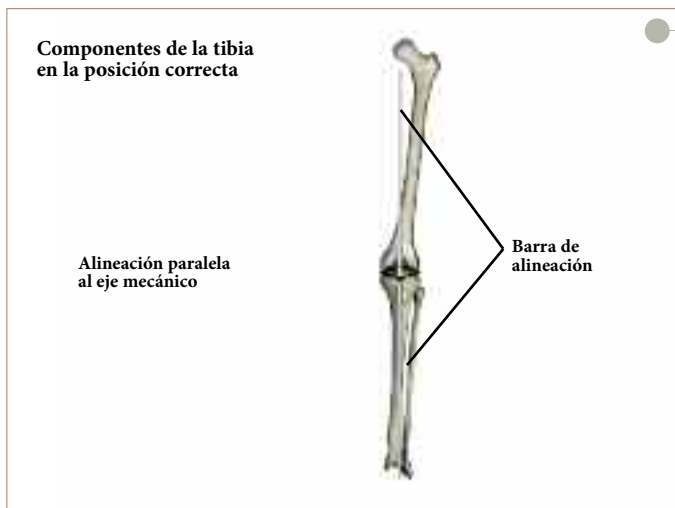

Figura 63
- En este momento, se puede evaluar la alineación global de la pierna. Vuelva a conectar el mango de alineación a la base de prueba e introduzca dos barras de alineación en el mango. Las barras deberían estar paralelas al eje mecánico de la pierna, tanto en la vista coronal (A/P) como en la sagital (M/L) (**Figura 63**).